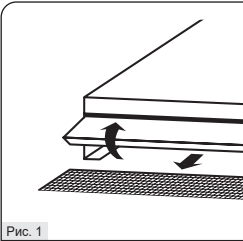

Рис. 1
- 1.2. Отогнуть поворотную боковую планку и извлечь рассеиватель (Рис. 1).